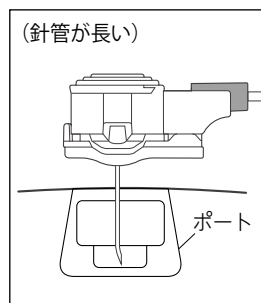
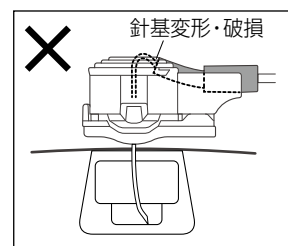
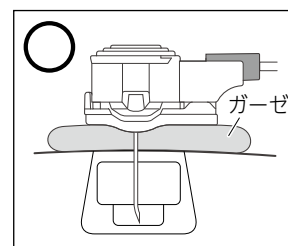

図5
図6
図7
- 4) 植込みポートに対して針が長すぎた場合、刃先がポート底面に接触した状態でポートと本品の間に隙間ができる(図5)。この状態から無理に本品を押し込むと針管に過剰応力が加わり針基が持ち上がる(図6)と共に、刃先や針管の変形、針基の破損、セプタム部の破損が生じるので注意すること。このような場合は、適切な針の長さの製品に交換するか、隙間にガーゼ等を当てて刃先がこれ以上押し込まれないようにすること(図7)。